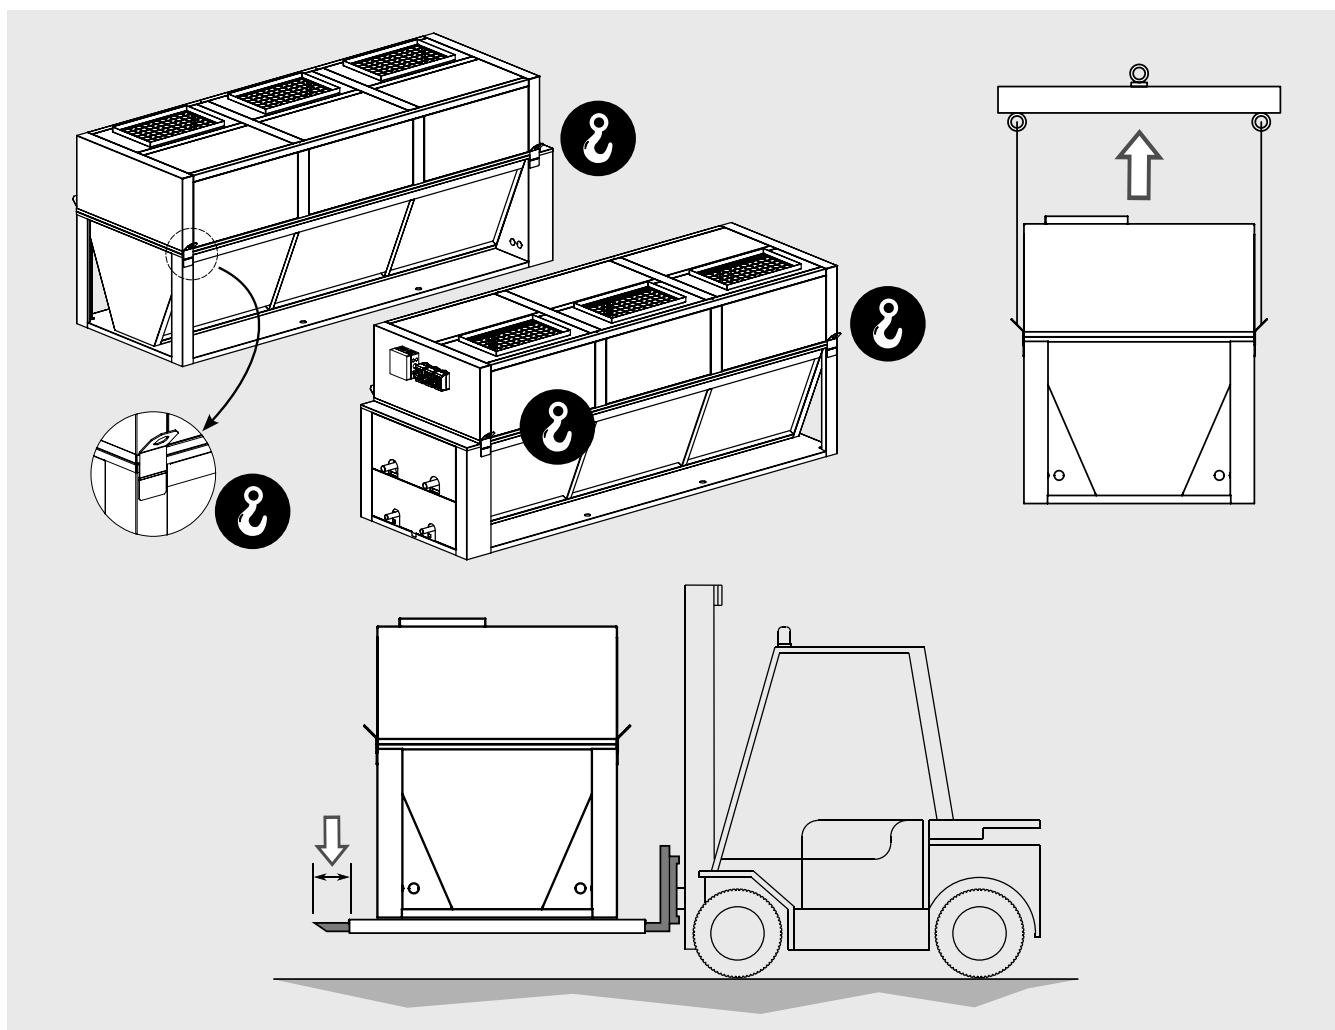

Figura 3
- 5.1 El modelo embalado debe ser trasladado por personal cualificado mediante una carretilla elevadora de capacidad adecuada, o mediante grúa y/o puente grúa (ver Cap. 7). Evite cualquier movimiento brusco y no se sitúe cerca de la zona de maniobras. Asegure siempre los modelos al modelo elevador antes de manipularlos. Un gran bache o un fuerte empujón pueden hacer que el modelo vuelque (véase "Figura 3").